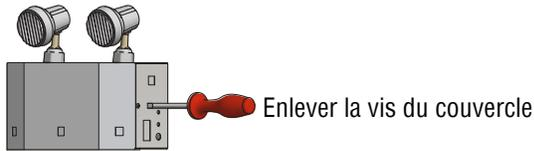

Figure 3
6. Dérouler les fils de la borne positive de la batterie et brancher le connecteur de la borne positive à la carte de circuit imprimé.(Figure 3).